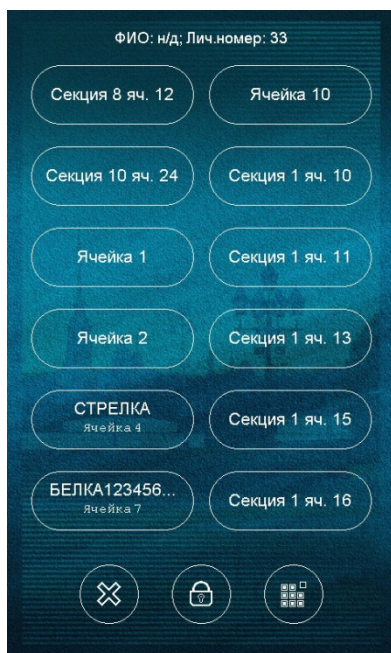

Рис. 38 Меню пользователя
следует нажать кнопку до выбора ячейки (см. Рис. 38).
- присвоить имя ячейке. Имя будет отображаться вместе с номером ячейки (см. Рис. 38). При большой длине имя будет отображаться не полностью и заканчиваться многоточием;
Для получения пенала пользователь должен пройти идентификацию личности (приложив карту к считывателю / введя личный номер / введя личный номер и приложив палец к сканеру). При успешной идентификации на экране изделия отобразятся все доступные для пользователя ячейки изделия (см. Рис. 38) и, если пользователю доступна только одна ячейка, произойдет разблокирование пенала, сопровождающееся индикацией открытия ячейки (засветится зеленый индикатор).
Для сдачи пенала пользователь должен пройти идентификацию личности (приложив карту к считывателю / введя личный номер / введя личный номер и приложив палец к сканеру). При успешной идентификации на экране изделия отобразятся все доступные для пользователя ячейки изделия (см. Рис. 38). После чего пользователь должен вложить пенал в ячейку и задвинуть до упора.
Для сдачи пенала пользователь должен пройти идентификацию личности (приложив карту к считывателю / введя личный номер / введя личный номер и приложив палец к сканеру). При успешной идентификации на экране изделия отобразятся все доступные для пользователя ячейки изделия (см. Рис. 38) и, если пользователю доступна только одна ячейка, произойдет разблокирование ячейки, сопровождающееся индикацией открытия ячейки (засветится зеленый индикатор). После чего пользователь должен вложить пенал в ячейку и задвинуть до упора.
Для открытия дверцы ячейки хранения пользователь должен пройти идентификацию личности (приложив карту к считывателю / введя личный номер / введя личный номер и приложив палец к сканеру). При успешной идентификации на экране изделия отобразятся все доступные для пользователя ячейки изделия (см. Рис. 38) и, если пользователю доступна только одна ячейка, произойдет её разблокирование, сопровождающееся индикацией открытия ячейки (начнёт мигать зеленый индикатор).